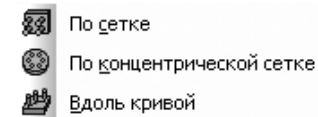

Рис. 3.14. Всплывающее меню пункта **Массив элементов**
- **Массив элементов** вызывает всплывающее меню, показанное на рис. 3.14.